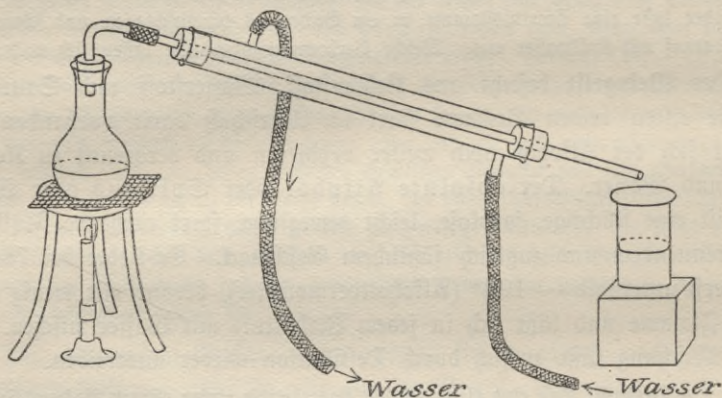

Fig. 62. Destillation von Alkohol mit Liebig'schen Kühler.
**\* Versuch:** Laß eine kleine Flasche Lagerbier in einem offenen Becherglase etwas abstehen, um zu starkes Schäumen zu verhindern, und erhitze es dann in einer 1 Liter haltenden Retorte oder in einem großen Kochkolben mit vorgelegtem Liebig'schen Kühler (Fig. 62), bis etwa 1 Viertel übergegangen ist1).